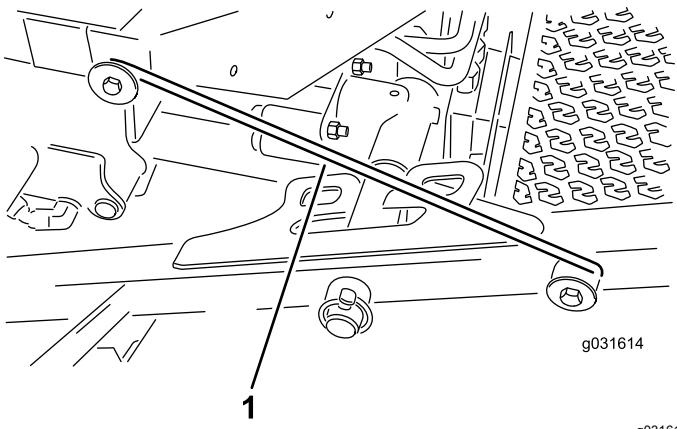

図 32
4. 前側キャリアフレームリテーナからラッチのロッドを外す図 32。
5. 前カッティングユニットの外側を持ち上げ、運転台前部のフレームについているピンにラッチを掛ける図 32。